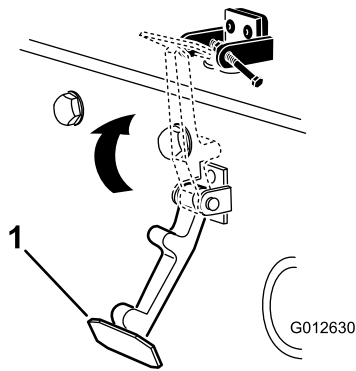

Figura 6
7. Enganche el cierre en el cerradero del capó (**Figura 6**).